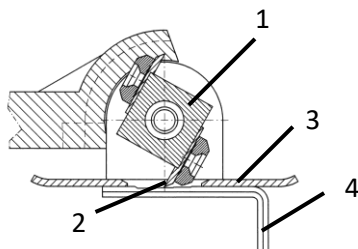

Fig. 9: Regolazione dei coltelli
- > Sostituire il coltello (2 - Fig.9) se necessario.
- > Ruotare il rullo (1 - Fig.9) in modo che il coltello sporga al massimo attraverso la piastra di guida (3 - Fig.9).
- > Posizionare la chiave a brugola (4 - Fig.9) sulla piastra di guida in modo che l'intaglio con la profondità di taglio desiderata sia sotto il coltello.